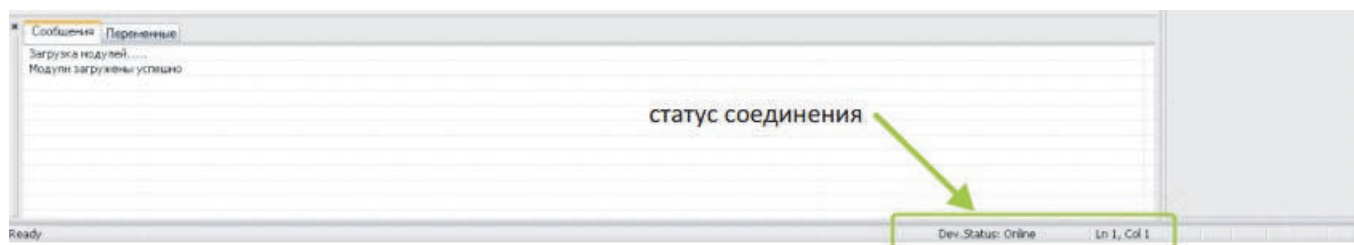

Рис. 11. Статус соединения
- 5) проверить статус соединения робота с компьютером, в нижней строке состояния соединения должна быть надпись Online (см. рис. 11).